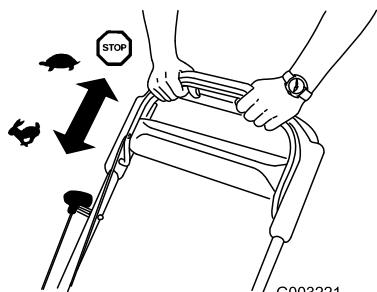

**Figura 15**
- Tire del arrancador de retroceso (Figura 15).